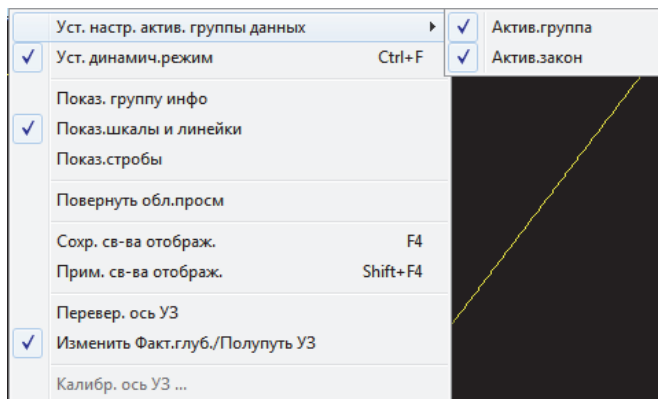

Рис. 4-17 Выбор активной группы
1. Правой кнопкой мыши щелкните на заголовок области просмотра (вверху) и выберите **Актив. группа** (Рис. 4-17 на стр. 120).